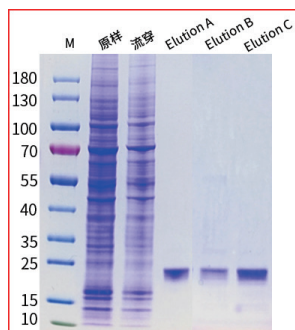

图3.Magneti-Q HA标签蛋白纯化试剂盒纯化胞内蛋白的SDS-PAGE电泳图
- 5) 对洗脱产物进行 SDS-PAGE 电泳, 结果请见图 3。